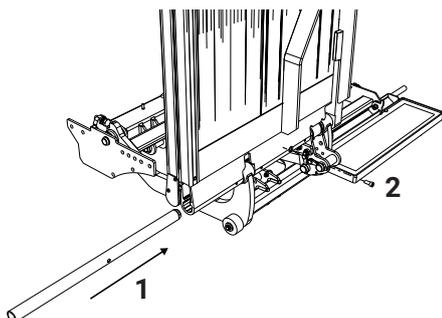

Abbildung 14. Achse einschieben und verriegeln
4. Die Achse so einschieben, dass sie mit dem anderen Ende der Plattform fluchtet, siehe Abbildung 14:1.
5. Die Schrauben einpassen (beiliegend), siehe Abbildung 14:2, u, die Achse zu verriegeln.